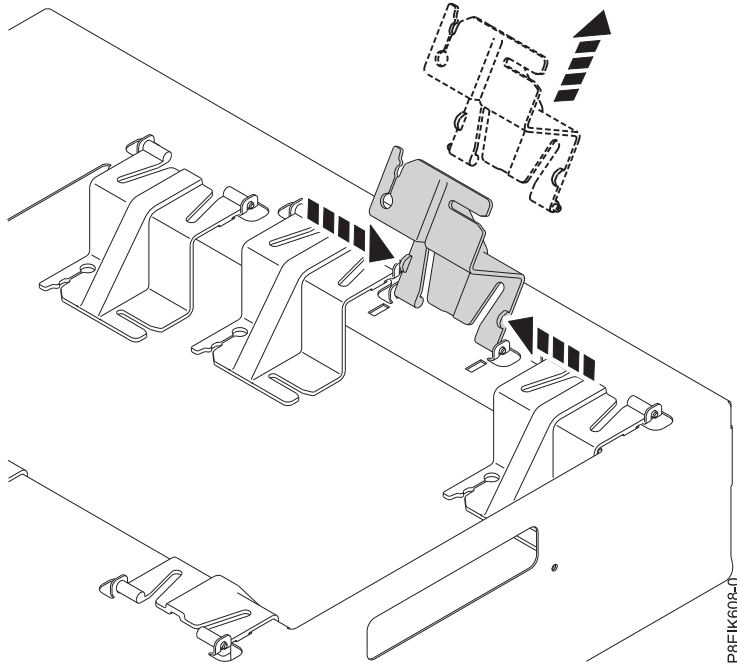

Figure 29. Retrait d'une pince du support
- a. Basculez la pince vers le haut. Retirez la pince du support en la pinçant de part et d'autre au niveau de son axe (voir figure 29, à la page 25).